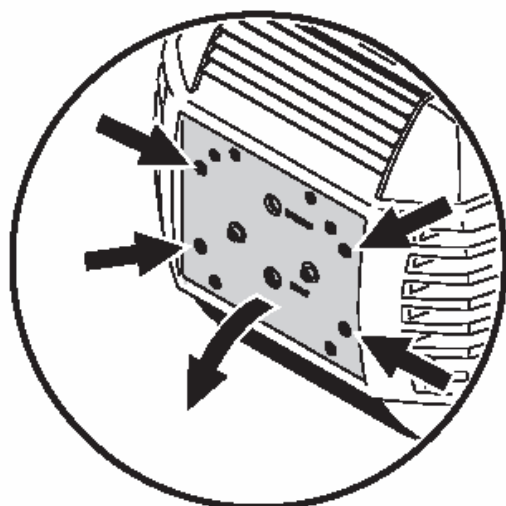

Figure 1: Lamp access
2. Раскрутите 4 четверть поворотных зажима (см. рисунок 1), отмеченных стрелками на задней крышке. Извлеките узел лампы, на сколько это будет возможно, оставив его в таком положении.